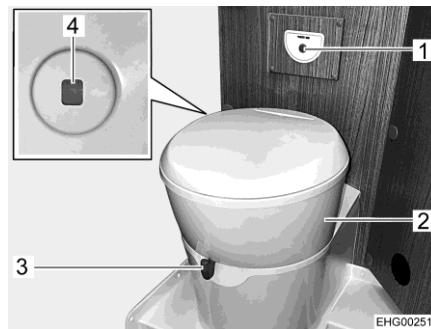

Bild 106 Toilette
Die Toilettenschüssel kann in die gewünschte Position gedreht werden. Dazu mit beiden Händen das Oberteil (Bild 106,2) der Toilette fassen und drehen. Die Bedieneinheit mit dem Spülknopf (Bild 106,1) ist in der Nähe der Toilettenschüssel angebracht.
- Vor dem Spülen den Schieber der Toilette öffnen. Dazu den Schieberhebel (Bild 106,3) entgegen dem Uhrzeigersinn schieben.
- Zum Spülen den blauen Spülknopf (Bild 106,1) drücken.
Die Füllstandsanzeige (Bild 106,4) ändert die Farbe von Grün auf Rot, wenn der Fäkalientank entleert werden muss.